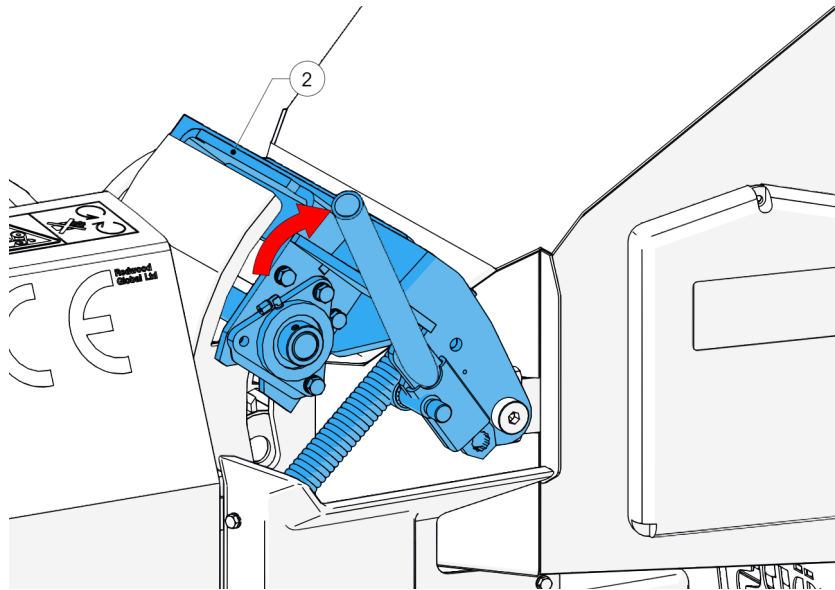

Figure 46 - Relevage du boîtier du rouleau d'alimentation supérieur
11. Soulevez le rouleau d'alimentation supérieur (2, Figure 46) en position complètement ouverte.